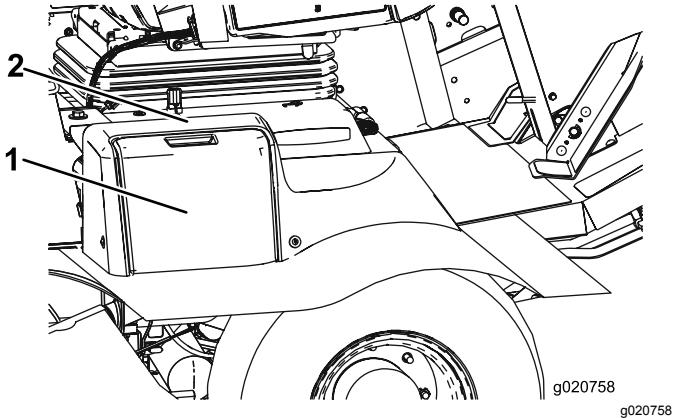

Figura 82
1. Aprite il coperchio della batteria sul lato della copertura (Figura 82).
Nota: Premete sulla superficie piatta sopra il coperchio della batteria per facilitare la rimozione del coperchio (Figura 82).